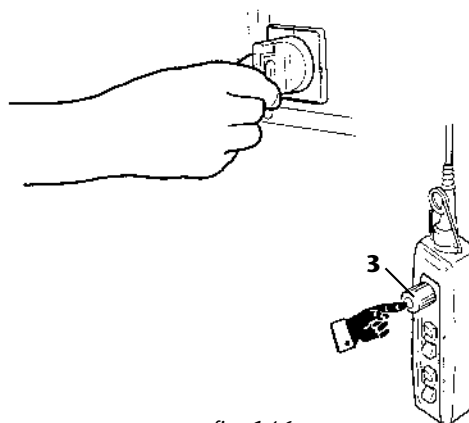

fig. 146
2. Mettre le palan hors tension en actionnant le bouton-poussoir d'arrêt d'urgence -3-; mettre le levier de l'interrupteur général en position "O" ou "OFF", se rendre dans la zone de travail, positionner la boîte à boutons de sorte qu'on ne puisse l'utiliser à partir du sol (fig. 146).
2. Couper l'alimentation du palan en actionnant l'arrêt d'urgence -3-, Mettre en position "OFF" le sectionneur de ligne d'alimentation, baliser la zone de travail, garder avec vous la boîte à boutons afin que celle-ci ne puisse être remise en service par une tiers personne (fig. 146).